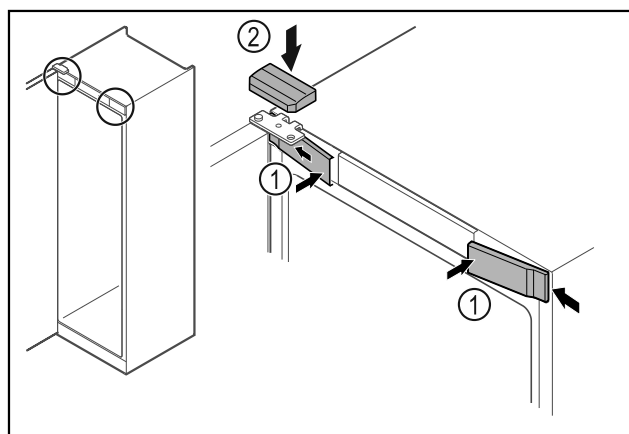

Fig. 67
- Přední kryty Fig. 67 (1) bočně zahákněte a zaklapněte.
- Horní kryt Fig. 67 (2) shora zaklapněte.